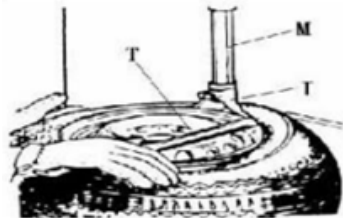

Fig 6
Abaissez le bras vertical (M) jusqu'à ce que la tête de montage/démontage (I) repose contre le bord de la jante, activez le bouton de verrouillage pneumatique (K) pour fixer le bras vertical (M) et le bras horizontal en position, et assurez-vous que la distance entre la tête de montage/démontage et le bord de la jante est d'environ 2-3 mm. Insérez le levier de levage (T) entre le talon du pneu et la partie avant de la tête de montage/démontage (I), puis déplacez le pneu au-dessus de la tête de montage/démontage comme indiqué sur la Fig. 6.